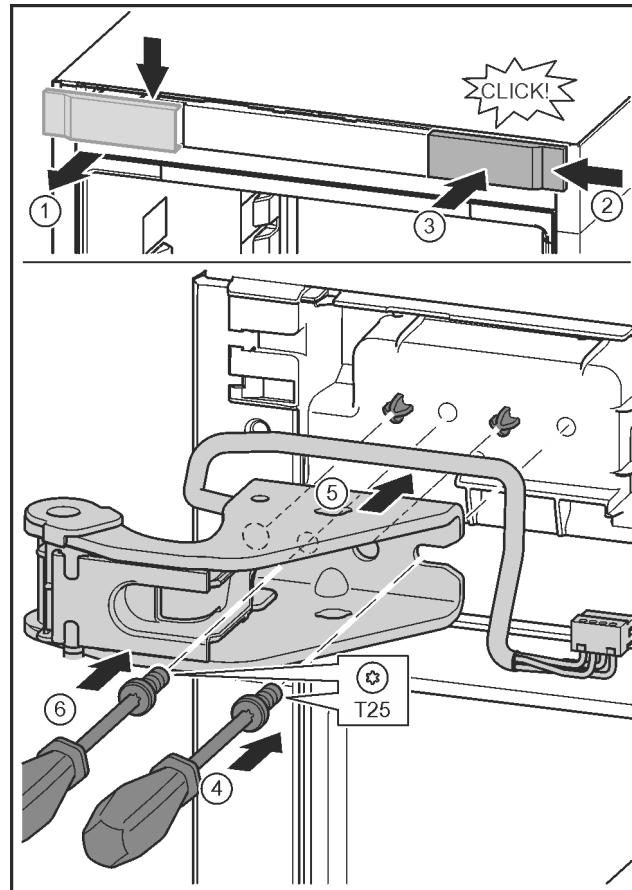

Fig. 28
- Suelte y retire lateralmente la cubierta. Fig. 28 (1)
- Enganche por la derecha la cubierta girada 180° en el otro lado. Fig. 28 (2)
- Encaje la cubierta. Fig. 28 (3)
- Coloque el tornillo con el destornillador T25. Fig. 28 (4)
- Coloque el soporte de cojinete superior. Fig. 28 (5)
- Apriete el tornillo. Fig. 28 (4)
- Coloque y apriete el tornillo con el destornillador T25. Fig. 28 (6)